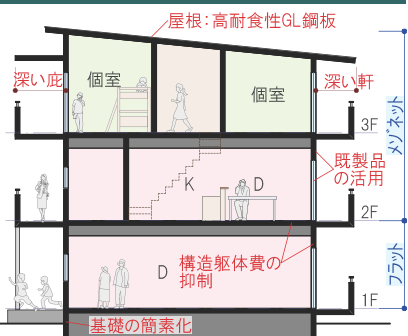

図12：2DK断面構成イメージ
- 最上階の個室は天井を高くして2段ベッド等、立体的な空間利用ができる部屋とします。(図12)
- 木造在来工法による3階建ての共同住宅として整備しコスト削減を図ります。RC造と比べて以下のようなメリットが挙げられ、R6年に竣工した共同住宅の実例と比較しても大きなコストダウンを図ることがわかります。(図12,表1)
- ①重量減による地業・基礎工事の簡素化
- ②構造躯体に係る材料費・施工費の抑制
- ③工期短縮による諸経費の削減
- ④既製品(サッシ、外壁材等)の活用によるコスト削減
- 屋根は30年以上の長期耐久性のある高耐食性GL鋼板を使用し、修繕周期を長くして維持管理費を削減します。大きな1枚の片流れ屋根とし、軒の出を深くして雨がかりを減らすことで外壁の汚れや劣化の軽減も図ります。(図12)